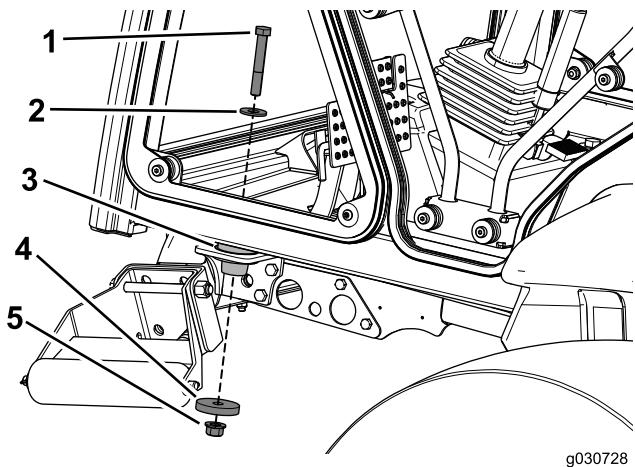

Figura 28
- Utilice un perno ($\frac{1}{2}$ " x $3\frac{1}{4}$ "), una arandela de 1-3/8", una arandela de $2\frac{1}{4}$ " y una contratuerca ($\frac{1}{2}$ ") para sujetar la cabina a los soportes de montaje delanteros de la máquina (Figura 28).